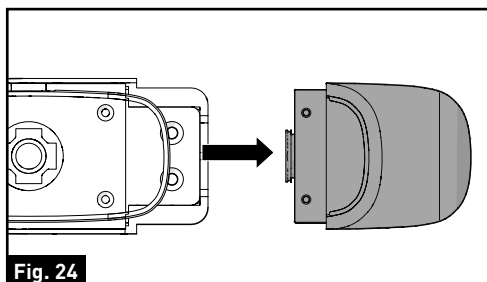

Fig. 24
4. Tirez pour retirer la partie décorative du feu de signalisation et gardez-la dans un endroit sûr en cas d'utilisation future. (Fig. 24)